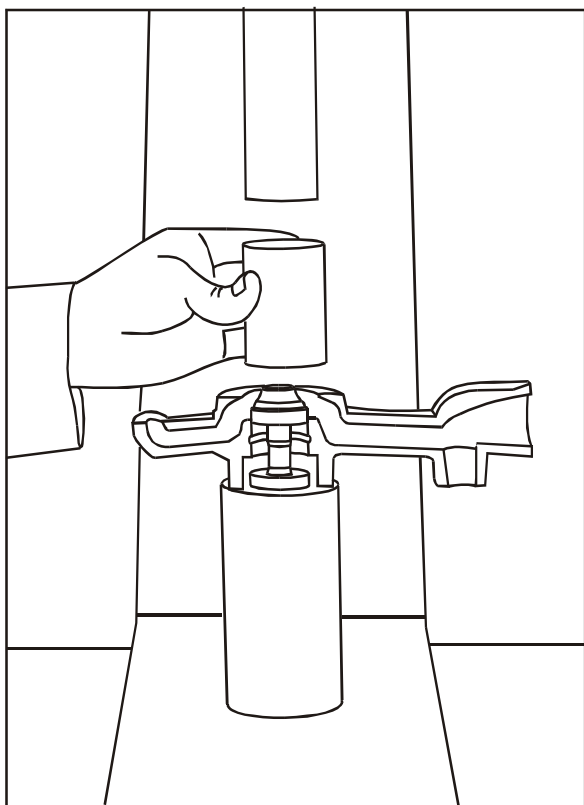

FIG 17
7. Monte o vedador traseiro novo na carcaça, com a ferramenta nº 81 30 420 e preense, **Fig.17**.